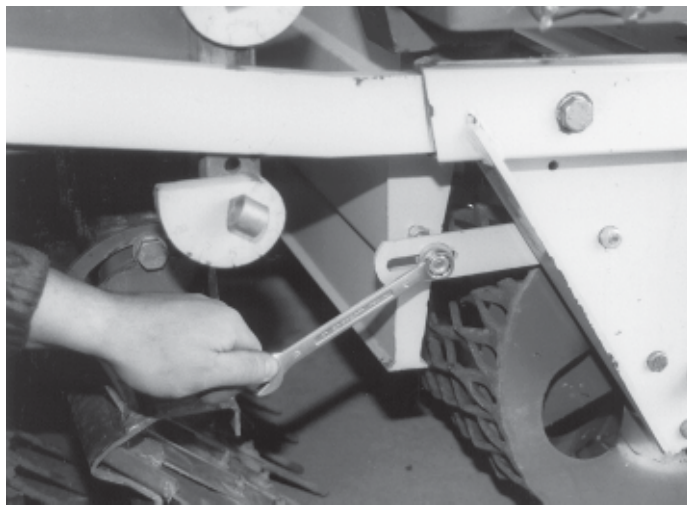

fig. 28
- desserrer les deux écrous M10 de part et d'autre de la goulotte (fig. 28),